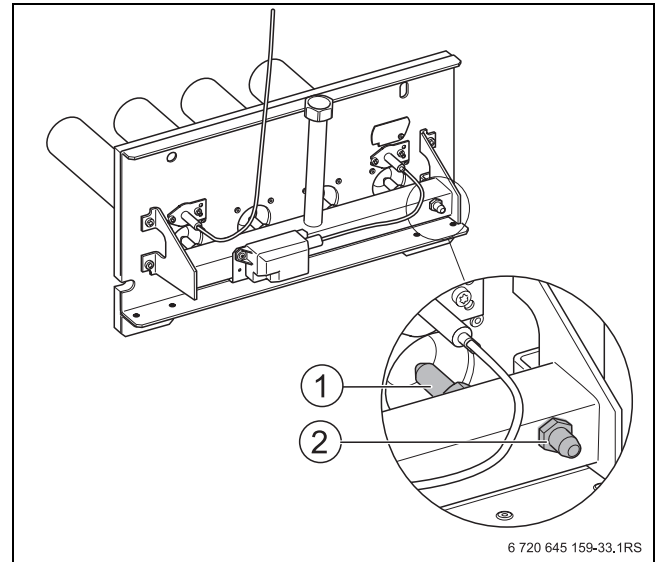

Рис. 52 Замена газовых форсунок
- ▶ Замените установленные форсунки (→ рис. 52, [1]) на форсунки для нового вида газа. При этом нужно установить новые уплотнения.
- ▶ Отверните на два оборота запорный винт измерительного ниппеля (→ рис. 52, [2]) на газораспределительной гребёнке и подсоедините измерительный шланг U-образного манометра.